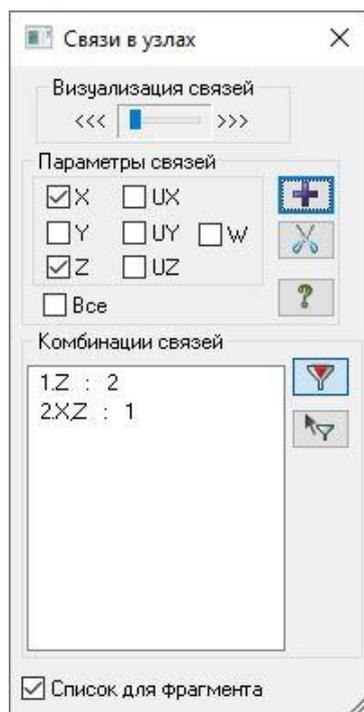

Рис.7.10. Диалоговое окно **Связи в узлах**
- Щелчком по кнопке  – **Связи** (панель **Жесткости и связи** на вкладке **Создание и редактирование**) вызовите диалоговое окно **Связи в узлах** (рис.7.10).